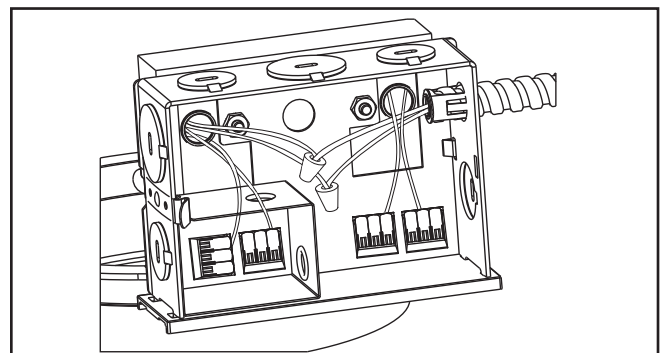

Figure 41
2. Retirez le couvercle de la boîte de jonction (Figure 41).